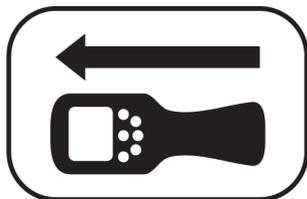

Fig. 31: Autocolante sobre o sinalizador de tensão de passo
Um autocolante por cima do sinalizador de tensão de passo indica o alinhamento necessário do sinalizador de tensão de passo e recetor durante a localização (fig. 31).
- Alinhe corretamente o sinalizador de tensão de passo e o recetor com a ajuda do autocolante (fig. 31).
- Tenha sempre em atenção o alinhamento do sinalizador de tensão de passo e recetor, de acordo com o autocolante (fig. 31).